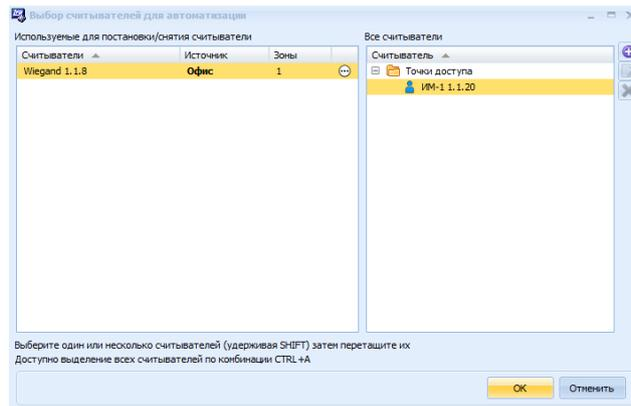

Рисунок 23.12 Окно «Выбор считывателей для автоматизации»
- **Автоматизация** – необходимо выбрать считыватели, которые будут использоваться для автоматической постановки зон на охрану/снятия с охраны по идентификатору (прикладывание карты или ввод пароля, если установлен кодаборник) сотрудников данной организации. Для этого следует нажать кнопку **Изменить**, в открывшемся окне «Выбор считывателей для автоматизации» перетащить нужные считыватели из поля «Все считыватели» в поле «Используемые для постановки/снятия считыватели» (Рисунок 23.12).